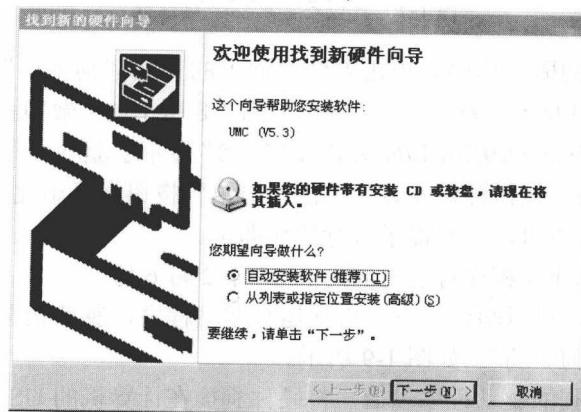
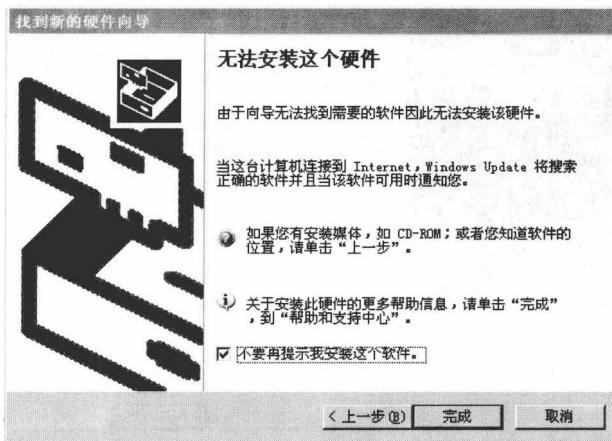
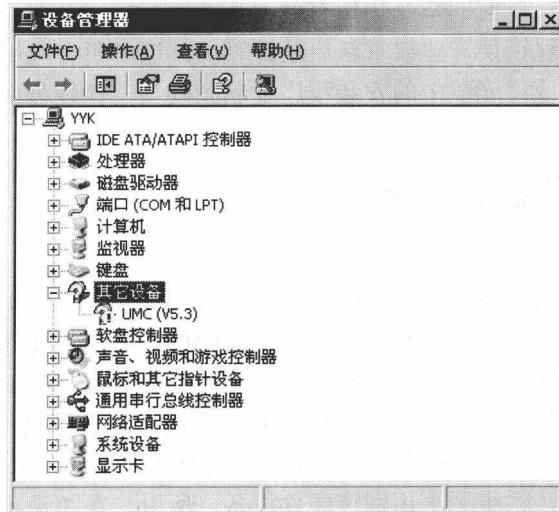

图 1-5 “找到新的硬件向导”对话框 1
图 1-6 “找到新的硬件向导”对话框 2
图 1-7 “设备管理器”对话框
(1) 未安装硬件狗驱动程序前，当插入硬件狗时，计算机提示“发现新硬件，UMC (V5.3)”。接着计算机弹出“找到新的硬件向导”对话框，如图 1-5、图 1-6 所示。由于没有安装硬件狗的驱动程序，系统无法识别该硬件设备，所以，在“设备管理器”对话框的“其它设备”下显示为“UMC (V5.3)”，如图 1-7 所示。